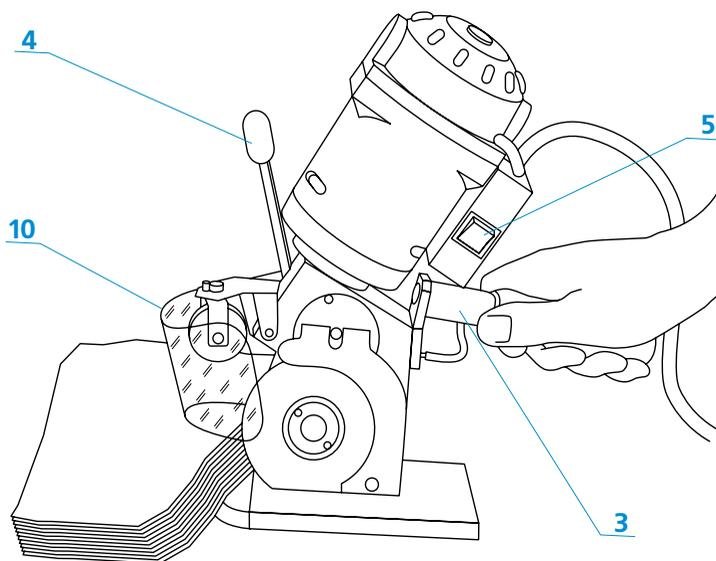

Рис. 2 Раскрой слоя материала
Край подготовленного для раскроя материала заправить на стопу раскройной машины (рис. 2). Затем ручкой (4) поднять переднюю защиту (10) на высоту слоя так, чтобы во время раскроя она скользила по поверхности материала. В установленном положении защита фиксируется сама. Держа раскройную машину за рукоятку (3), включить двигатель клавишной кнопкой (5) и начать раскрой.